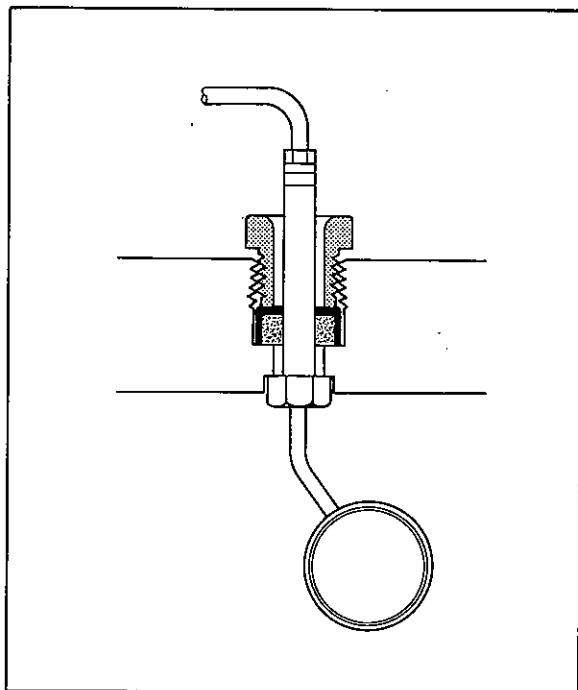

図 5.2 振動子の固定方法
- (5) 超音波振動子は図 5.2 に示した方法で固定しておりますので、グランドを緩めて、取りはずしてください。なお、振動子はガスケットで押さえつけられておりますので、抜き取るには多少強めの力が必要です。抜き取りが困難な場合は、潤滑油などを少量塗布するのも 1 つの方法です。
(7) 振動子を、所定の取り付け状態に保持して、ガスケットおよびストッパをほぼシール面に接する位置まで押し込んでください。そして、グランドを十分にねじ込み、図 5.2 の状態になるように振動子を固定します。振動子が比較電極とガラス電極の中央にあることを確かめてください。
(8) 流通形 pH 伝送器の場合は、ケーブルにブッシュを付けてから、取付ベースのケーブル導入穴にケーブルを通します。